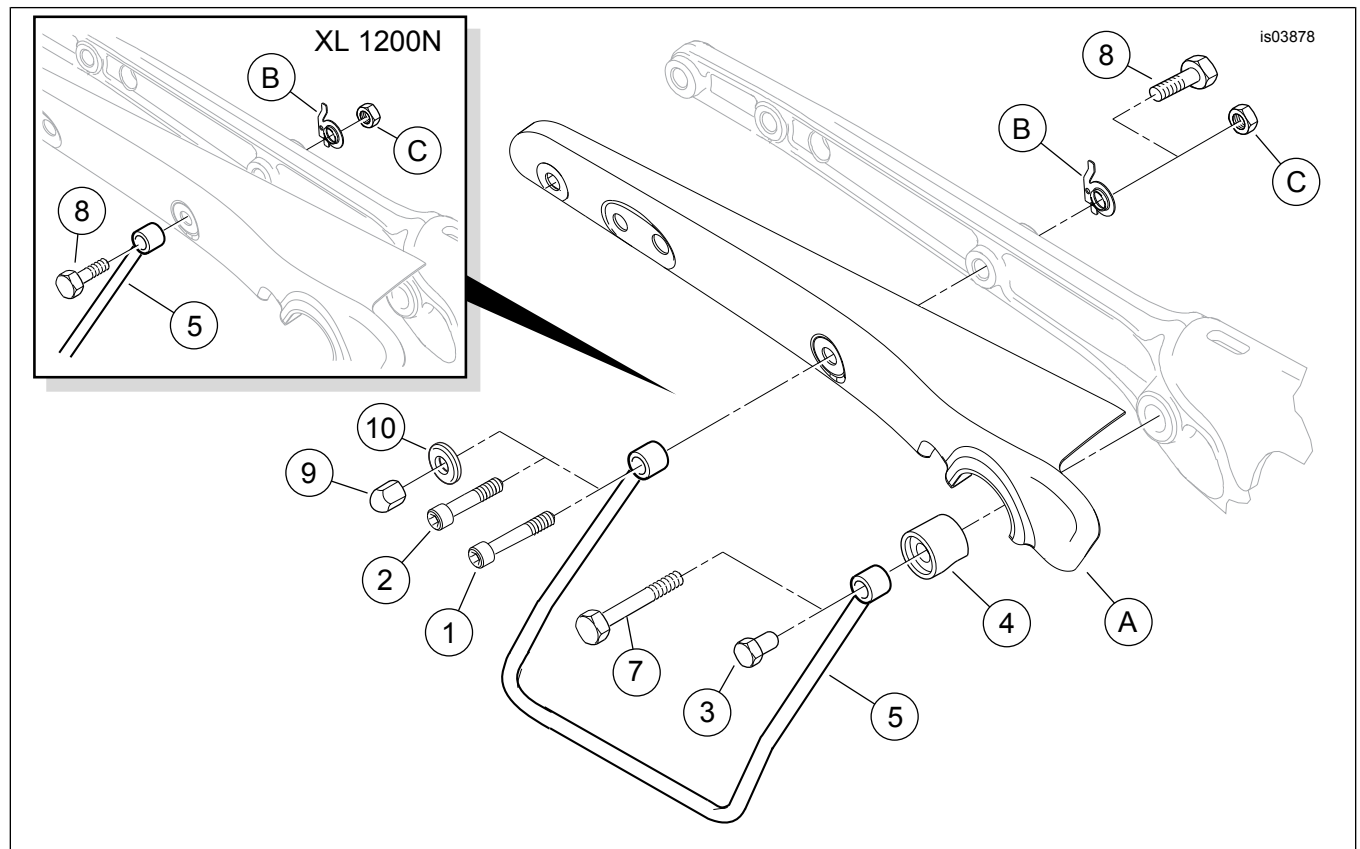

Figure 4. Pièces détachées, kit de support de sacoche
Voir Figure 4 et Tableau 1.
4. Voir Figure 4. Installer un nouveau couvercle d'amortisseur (4) fourni dans le kit sur le goujon de l'amortisseur. Positionner l'attache de support (5) et le trou de montage avant sur le goujon d'amortisseur et le trou de montage arrière sur le trou du support de garde-boue.
4. Voir Figure 4. Positionner l'attache de support (5) et le trou de montage avant sur le goujon d'amortisseur et le trou de montage arrière sur le trou du support de garde-boue.